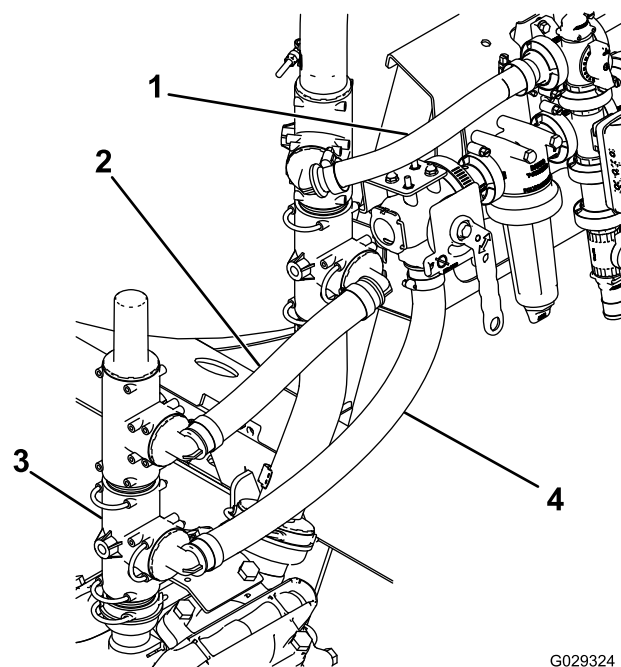

Figure 5
6. Pivotez de 45° le raccord en T du flexible près de la vanne de mélange et branchez le nouveau flexible de dérivation (Figure 5).
7. Déposez le raccord en T du flexible horizontal sur le côté du raccord en T de la pompe, et fixez-le au sommet du raccord en T de la pompe (Figure 5).
8. Branchez le flexible d'alimentation sur le côté du raccord en T de la pompe et le bas de la vanne de mélange (Figure 5).
9. Branchez une extrémité du flexible de décharge au raccord en T supérieure de la pompe et l'autre extrémité au raccord en T inférieur près du mélangeur (Figure 5).